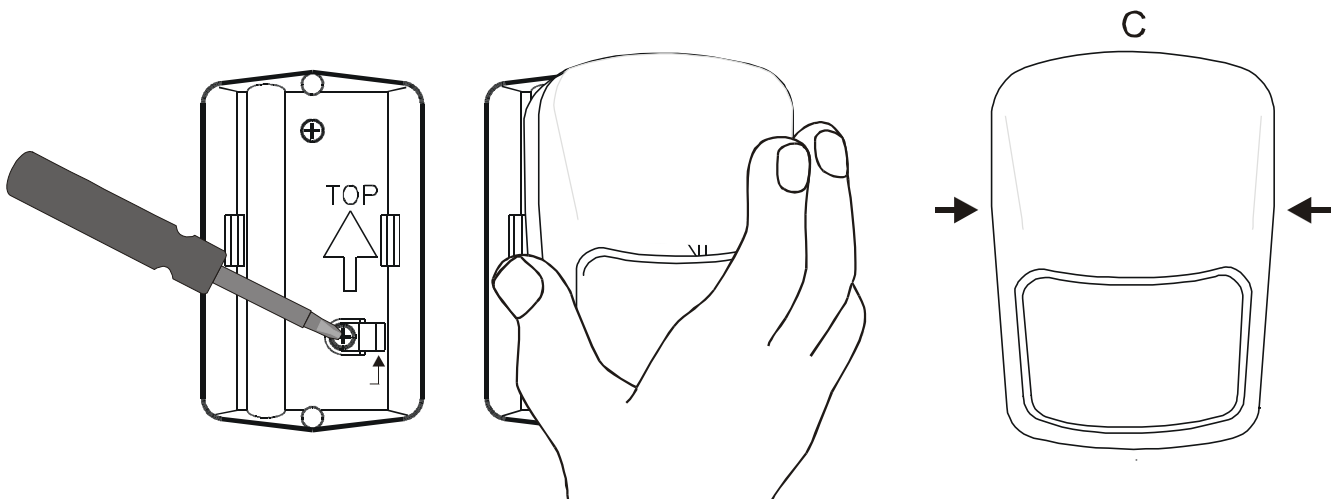

Fig. 9
- A. Montera konsolen med de två medföljande skruvarna. Försäkra dig om att pilen i konsolen pekar uppåt. Fäst en skruv i det förstansade hålet vid givaren till sabotage skyddet (se fig. 9. A). Det andra skruvhålet kan enkelt tryckas ut i hål-anvisningarna. Drag åt båda skruvarna och kontrollera att konsolen ej är skev.
- B. Tryck fast detektorn med lock på monteringskonsolen. Försäkra dig om att den sitter fast. (fig. 9. B).
- C. Tag bort locket från detektorn (genom att trycka in sidorna enl fig.9.C).